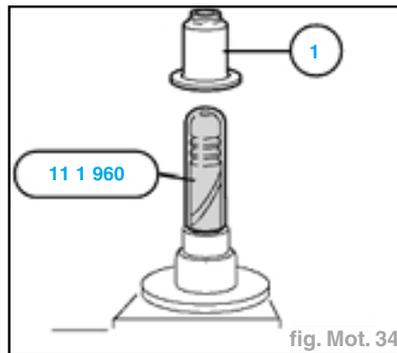

fig. Mot. 34
- Huiler la queue de soupape et positionner l'outil 11 1 960, huiler le nouveau joint (1) et le mettre en place (fig. Mot. 34).